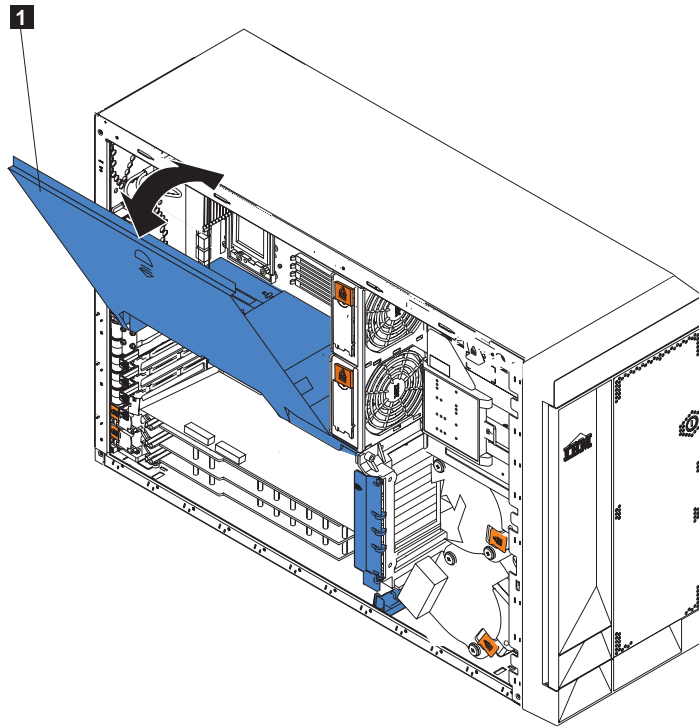
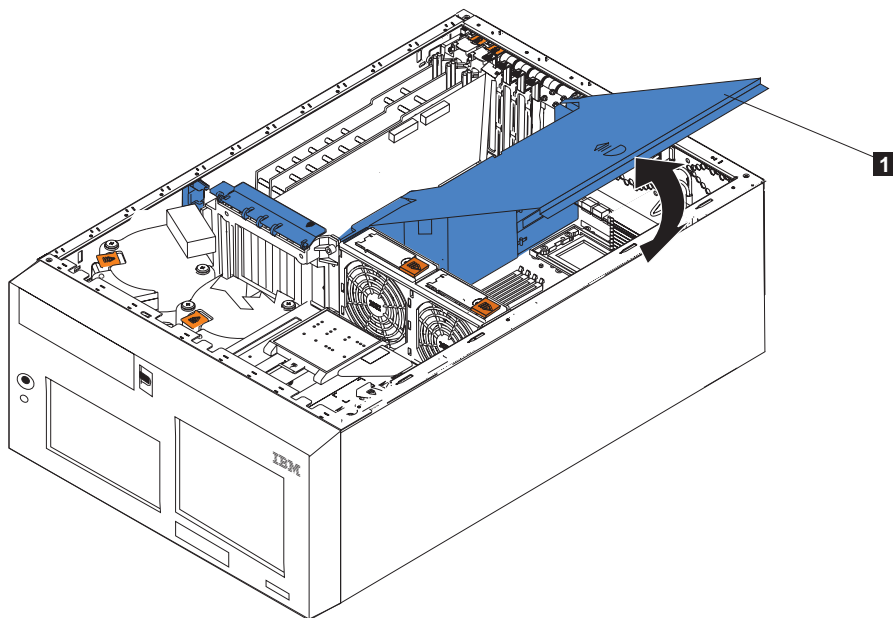

图 81. 打开气流隔板组件盖板 (型号 25T)
图 82. 打开气流隔板组件盖板 (具有机架安装转换功能的型号 25T)
4. 打开气流隔板组件上的盖板，如第 152 页的图 81 和第 152 页的图 82 所示。
3. 打开气流隔板组件上的盖板。有关图例，参见第 152 页的图 81 和第 152 页的图 82。
- 3. 打开气流隔板组件上的盖板。(参见第 152 页的图 81 和第 152 页的图 82)。